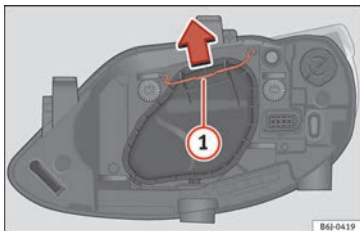

Fig. 176 Luz de cruce/carretera del faro simple.
- Desplace el tirante » **fig. 176 1** en el sentido de la flecha y saque la tapa.